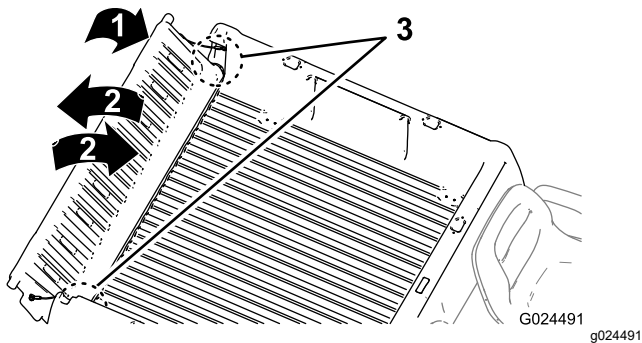

Bild 15
2. Drehen Sie die Heckklappe auf eine ungefähre Stellung von 45° (Bild 15).
3. Drehen Sie die Heckklappe mehrmals mit kurzen, schüttelnden Bewegungen (**Bild 15**).